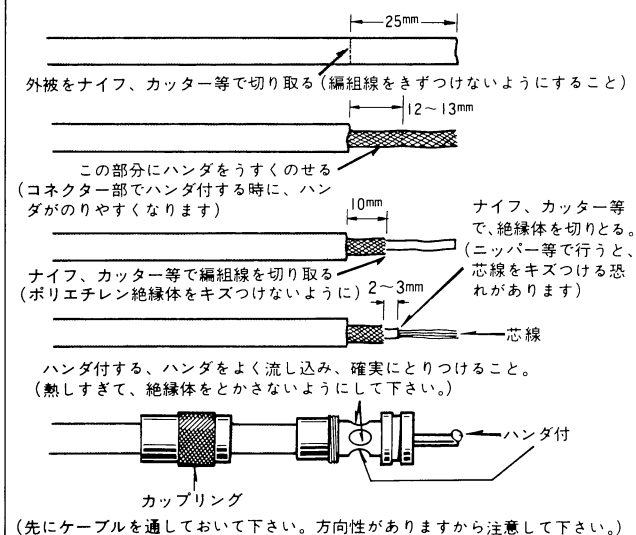

図 8 M型コネクタの取付け方
- ② 外部アンテナを使用する場合、付属のホイップアンテナは縮めて、本体に押しこんだ状態で、背面の外部アンテナ端子へ接続します(同軸ケーブルにM型コネクタの取付け方は図8を参照ください)。